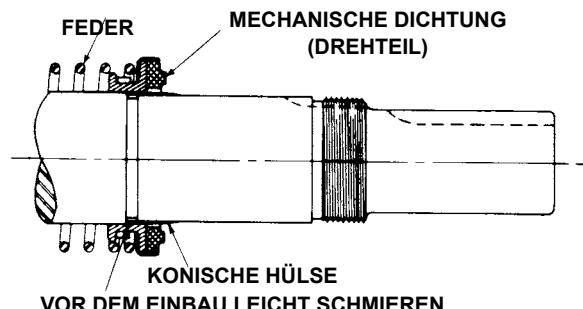

ABBILDUNG 11
4. Setzen Sie eine konisch zulaufende Einbauhülse auf die Welle; siehe Abbildung 11. Die Hülse wird mit den mechanischen Ersatzdichtungen für G, GG, AS, AK und AL geliefert. Beschichten Sie die Rotorwelle, die konische Einbauhülse und die Innenfläche des Drehteils der mechanischen Dichtung mit ausreichend viel SAE 30-Öl. Petroleum kann als Schmiermittel zwar verwendet werden, wird jedoch nicht empfohlen.